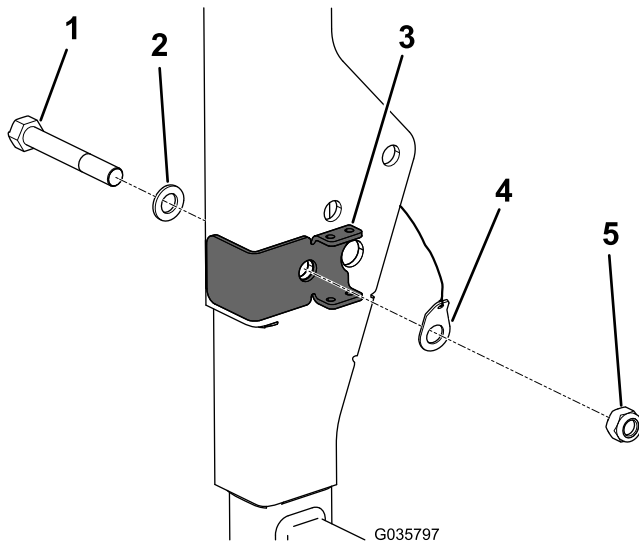

Figure 2
3. Alignez le trou dans le support du ROPS et le trou dans le ROPS, puis montez le boulon neuf et la rondelle existante (Figure 2).